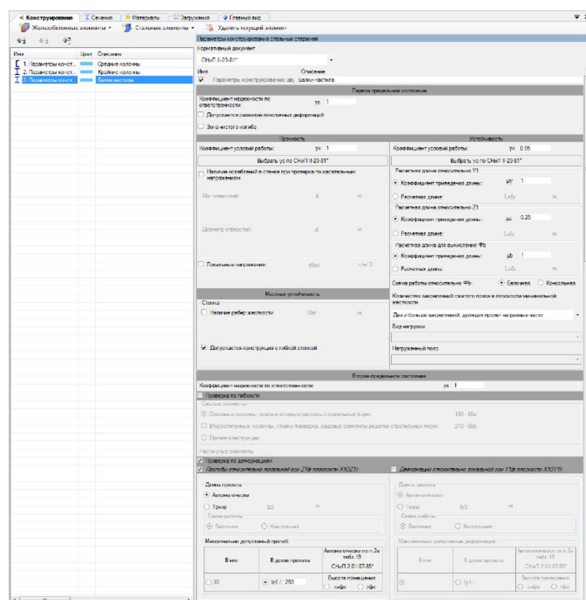

Рис. 21. Редактор параметров конструирования для балок настила
- В разделе **Первое предельное состояние** задайте (рис. 21):